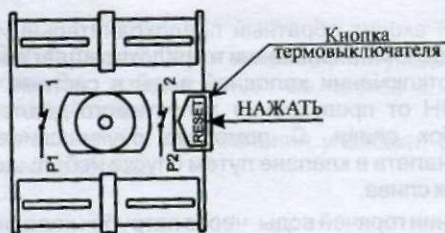

Рисунок 2 - Лицевая панель термовыключателя
- На баке установлен термовыключатель, который служит для защиты ЭВН от перегрева воды, и отключает его от электросети при достижении водой температуры свыше 95 °С (Лицевая панель термовыключателя показана на рис. 2).